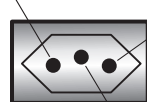

Fig. 3
- 2►Na instalação utilize tomada de três pinos com aterramento (2P + T, 10A) conforme novo padrão brasileiro, NBR 14136:2002 (Fig. 3, pág. 9) ligando fase/neutro ou fase/fase nos pinos laterais e o aterramento no pino central: